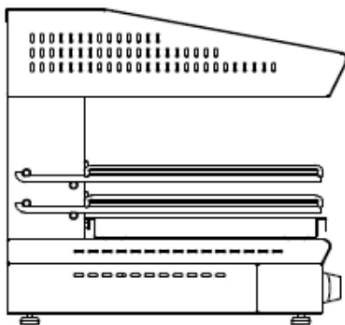

Abb. 2
- Drücken Sie die Taste (3).
- Schalten Sie den Drehknopf (6) auf Position 1.
- Der Abstand zwischen dem Grillgut und dem Heizelement ist, desto geringer ist die Hitzeintensität. Bei Geräten mit festem Grilldeckel (SFH..) wählen Sie die Hitzeintensität, indem Sie die Pfanne auf verschiedene Höhen stellen, wie in Abb. 2 gezeigt.
Die Rostabdeckung muss sich in maximaler Höhe über dem Kochfeld befinden (Abb. 2). Wechselseitige Heizelemente halten das Kochgut auf dem Topf auf der während des Kochvorgangs erreichten Temperatur.